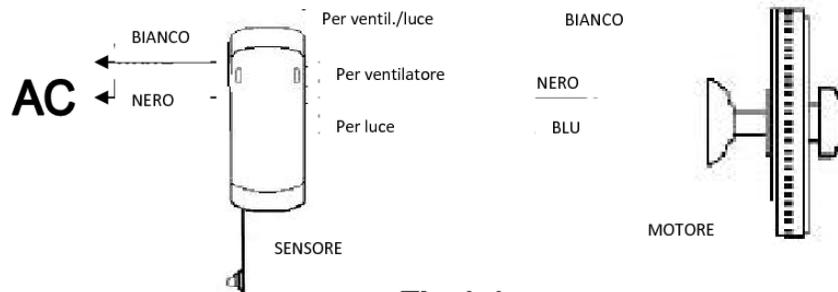

Fig 1.1
3. Effettuare le connessioni elettriche come mostrato nella fig. 1.1. Il sensore ad infrarossi deve essere bloccato al di fuori della coppa.